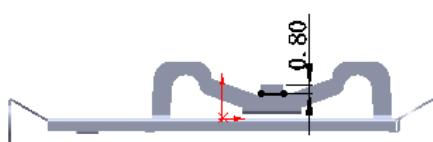
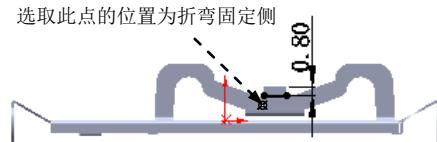

图 6.64 绘制的折弯线
图 6.65 固定侧的位置
② 定义折弯线草图。在草图环境中绘制图 6.64 所示的折弯线。
③ 选择下拉菜单 **插入(I)** →  **退出草图** 命令，退出草图环境，此时系统弹出“绘制的折弯”对话框。
(3) 定义折弯固定侧。在图 6.65 所示的位置处单击，确定折弯固定侧。
(4) 定义钣金参数属性。在 **折弯参数(P)** 区域的文本框中输入折弯角度 60.0，在 **折弯位置:** 区域中单击“折弯中心线”按钮 .
(5) 单击  按钮，完成绘制的折弯 6 的创建。